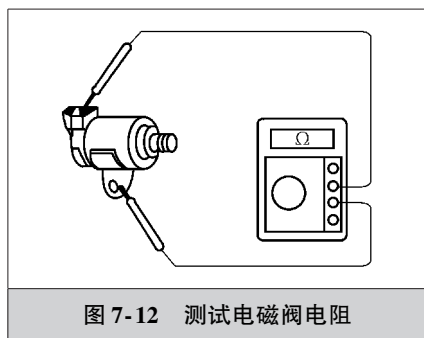

图 7-12 测试电磁阀电阻
(1) 静态检查 将点火开关置于 OFF 位置时,如图 7-12 所示,用万用表的红表笔与电磁阀的 1P 插针相连,黑表笔与电磁阀搭铁来测量其电阻值。